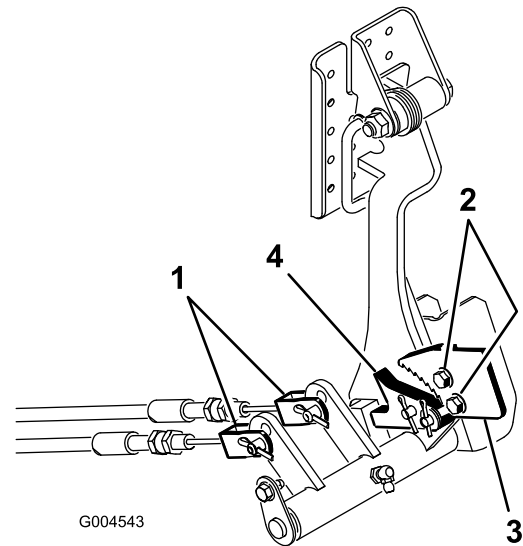

Bild 75
2. Lösen Sie die zwei Schrauben, mit denen die Sperre der Feststellbremse am Rahmen befestigt ist (Bild 75).
3. Drücken Sie das Pedal der Feststellbremse nach vorne, bis der Bremsauslöser ganz an der Bremssperre greift (Bild 75).
1. Entfernen Sie die Splint und Lastösenbolzen, mit denen die Bremszüge an der Bremspedalstange befestigt sind (Bild 75).